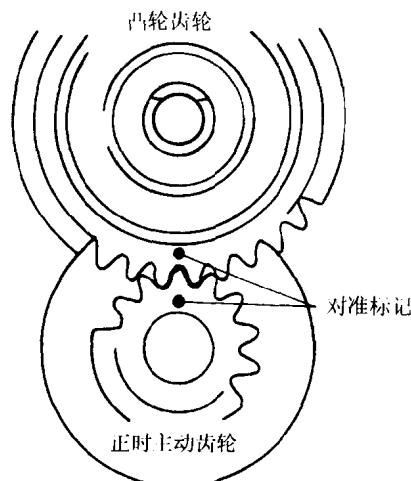

图 1-10 幸福 XF125、本田 CG125 配气机构配气正时的安装
(3) 单缸机型的下置凸轮轴式配气机构配气正时的安装方法(以幸福 XF125、本田 CG125 为例)。如图 1-10 所示,只要使凸轮齿轮与曲轴上的正时主动齿轮的标记对准即可。